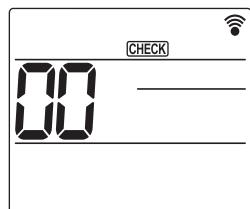

Fig. 6-7
- ① Mindestens 12 Stunden vor dem Testlauf den Netzstrom einschalten.
- ② Drücken Sie Taste **MENU** 5 Sekunden lang. (Fig. 6-7)
- ③ Drücken Sie die Taste **MENU**.